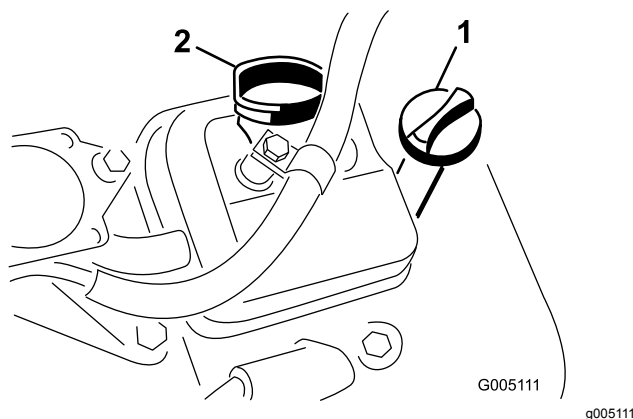

Figure 33
3. Remettez la jauge dans le tube et vissez-la dedans (Figure 33).